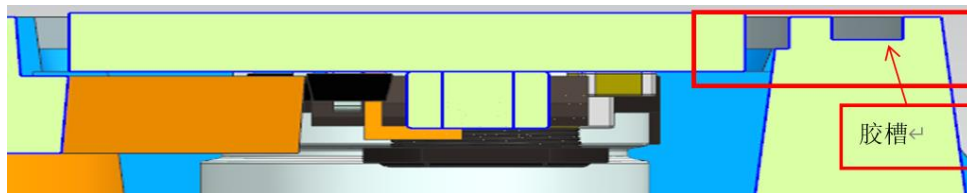

图5.3
4) 两平面压合密封时，点胶密封平面需在黏接面的最高面，胶粘剂高于结构面，如图5.3；